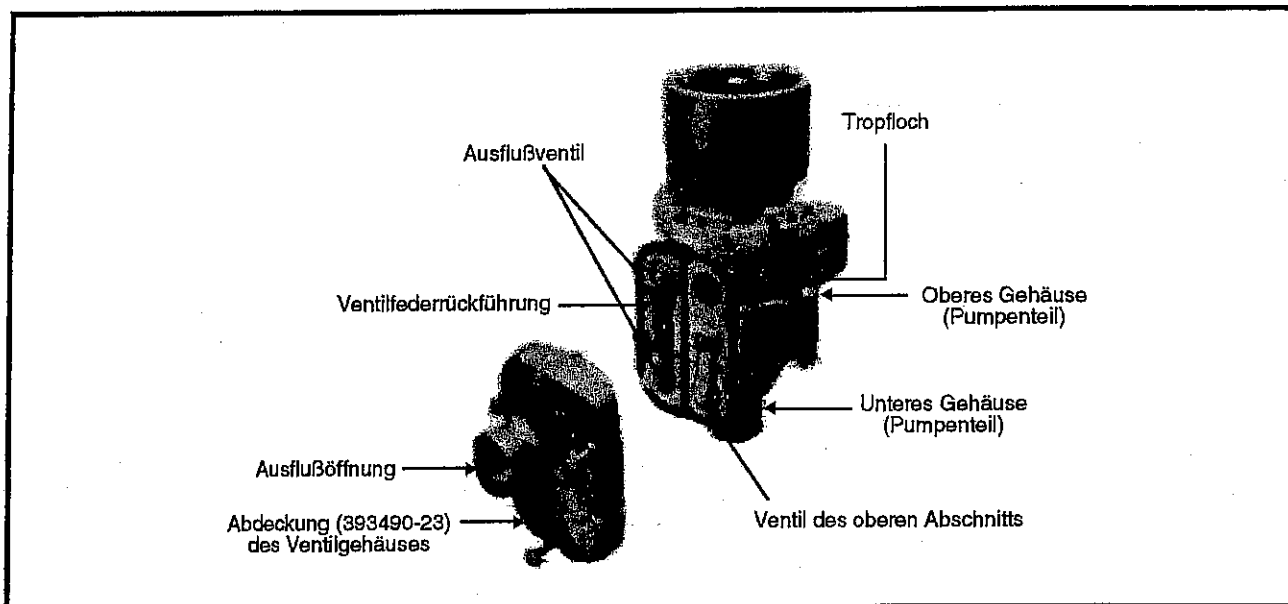

Abbildung 6:
E. Überprüfen Sie die Pumpe regelmäßig auf den Austritt von Material durch die Dichtungen 393490-48 (Abbildung 4), indem Sie das Tropfloch (Abbildung 6) zwischen dem oberen Gehäuse 393490-45 und dem Gehäuse 393490-13 des Druckluftmotors kontrollieren.
7. Die Einheit wird nicht ordnungsgemäß pumpen, falls eines der Saugventile in der offenen Position festklemmt. Siehe Abbildung 6 zur Überprüfung des oberen Saugventils.
8. Entfernen Sie das Ventilgehäuse, und überprüfen Sie die Einheit auf Schmutz unter dem Ventil oder gebrochenen Ventillfedern. Reinigen, bzw. die gebrochenen Ventillfedern, ersetzen. Die Ausflußventile sind übereinander angeordnet, während das obere Saugventil ein alleinstehendes Ventil ist. Das Ventilgehäuse mit der Ausflußöffnung über den Ausflußventilen remontieren (Abbildung 6).